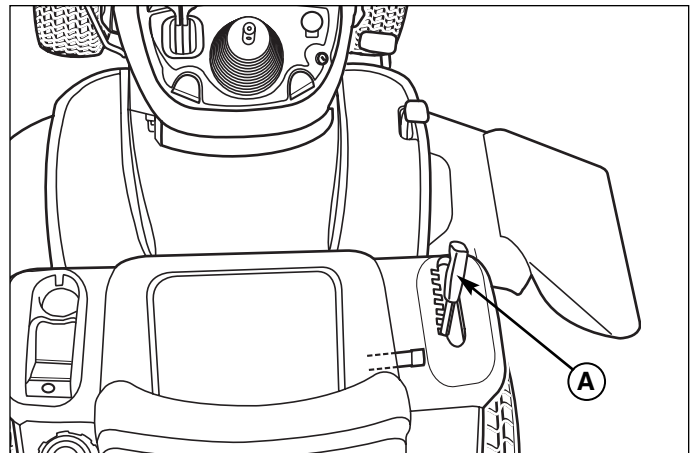

Figura 7. Sollevamento ed abbassamento del tagliaerba
2. Portare il regolatore altezza del tagliaerba (A, Figura 7) nella posizione di taglio più bassa. Portare la leva di sollevamento del tagliaerba nella posizione più bassa. Far scorrere la base del tagliaerba sotto il lato destro del trattore di modo che il sollevatore risulti allineato con il sollevatore anteriore del trattore.
La manopola di regolazione (A, Figura 7) controlla l'altezza di taglio del tagliaerba. L'altezza di taglio dispone di sette posizioni tra 3,2 e 10 cm (1-1/4 pollice e 4 pollici).